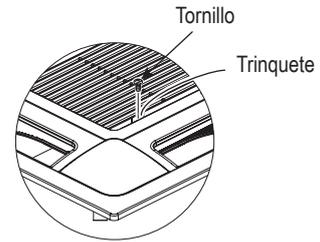

Fig. 2-14
- (1) Retirar la rejilla de la toma de aire y el filtro de aire del panel de techo.
- a) Quitar los 2 tornillos en el trinquete de la rejilla de la entrada de aire. (Fig. 2-14) (Colocar de nuevo la rejilla de la entrada de aire después de instalar el panel de techo).